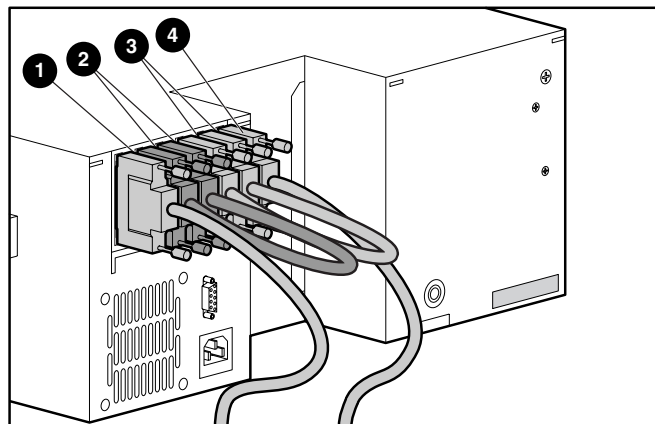

Figure 1. Branchement des câbles sur la MiniLibrary
2. Branchez les câbles sur la MiniLibrary comme indiqué sur la Figure 1.
2. Branchez les câbles comme indiqué sur les Figures 1 et 2.
2. Branchez les câbles comme indiqué dans les exemples des Figures 1 et 2.